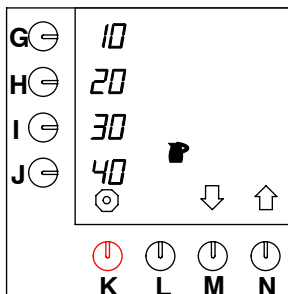

Fig. 37 Cambio de las teclas de selección preprogramadas para jarras
- Mantenga apretada la tecla de programación (N.)↑ hasta que en el display aparezca fig. 37.